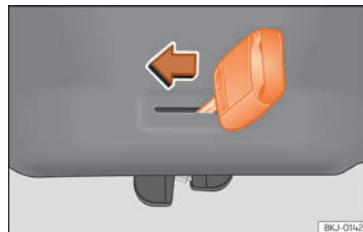

Fig. 101 Particolare del bagagliaio: sblocco di emergenza.
- Introdurre l'inserto della chiave nell'apertura e spostare la chiave nella direzione indicata dalla freccia fino a sbloccare la serratura » **fig. 101.**